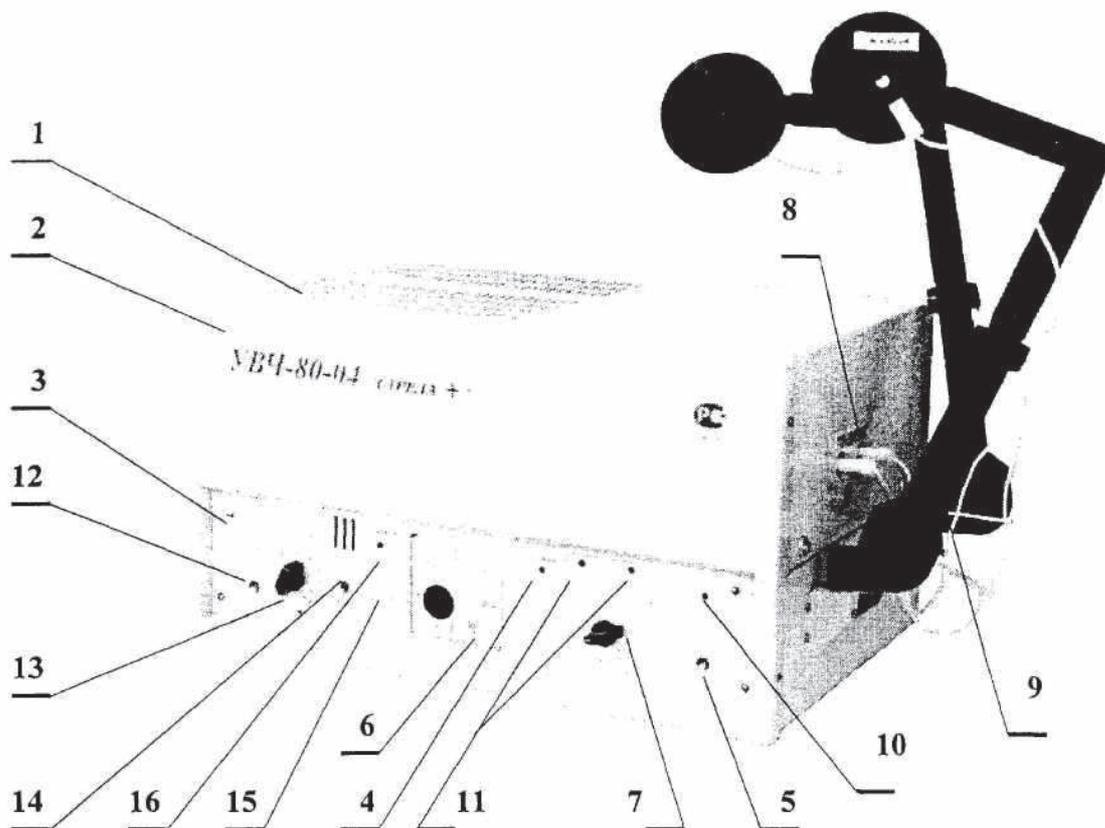

Рис.1
6.1.1 Общий вид аппарата приведен на рис. 1.
6.1.2 Электронный блок аппарата находится в металлическом корпусе 1 (рис.1). Детали и элементы схемы смонтированы на шасси. Шасси вставляется в корпус и крепится 4 винтами с боковых стороны корпуса.
6.1.5 Ручками для переноски являются специальные ниши 4 (рис. 1а), расположенные в нижней части боковых стенок корпуса.
6.1.7 За обрамлением (рис. 1а) открывается доступ к микротумблеру НАСТР. РУЧН.-АВТ 3, расположенному сверху в правой передней части шасси, к ротору конденсатора выходного контура С30 2 и к отверстию в экране, за которым находится ось ротора конденсатора анодного контура С22 1.
Рис. 1а